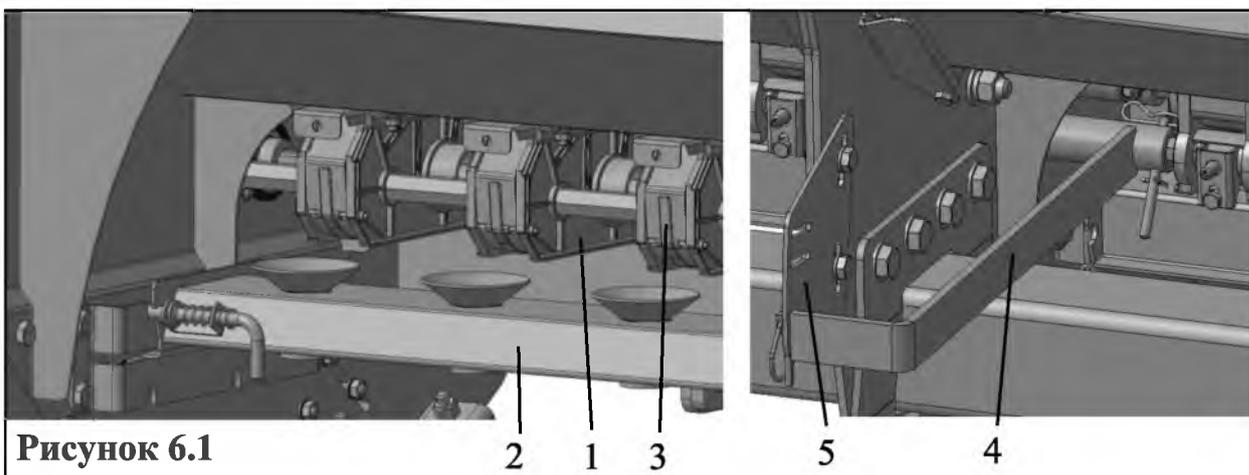

Рисунок 6.1
6.1.16 После окончания работы очистить бункер и высевальные аппараты 1 (рис.6.1) от семян и удобрений в следующем порядке. Сдвинуть лотки с воронками 2 вперёд так, чтобы под высевальными аппаратами было свободное пространство. Снять стенки 3 с высевальных аппаратов. Повернуть ручку 4 вверх до упора. Рукояткой вариатора проворачивать катушки до полной очистки высевальных аппаратов.
6.2.1 Установить зазор "L" между заслонкой и зерновой катушкой, при помощи ручки 4 (рис.6.1). Зафиксировать их в одном из трёх положений на секторе 5 (рис. 6.1).
Сдвинуть лотки с воронками 2 (рис. 6.1) вперёд.